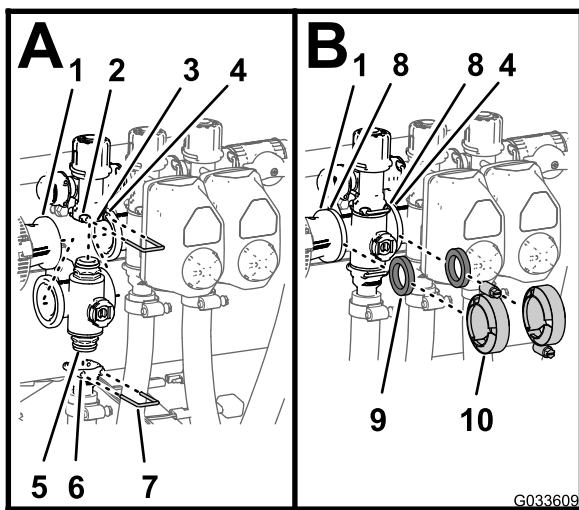

Bild 128
1. Setzen Sie das obere Endkappen-Anschlussstück des Verteilerventils in das Anschlussstück des Sicherheitsventils ein (Bild 128 A).
2. Stecken Sie einen Halter in die Buchse des Anschlussstückes des Sicherheitsventils, um das Endkappen-Anschlussstück am Anschlussstück des Sicherheitsventils zu befestigen (Bild 128 A).
3. Montieren Sie das Auslaufanschlussstück am unteren Endkappen-Anschlussstück des Verteilerventils (Bild 128 A).
4. Stecken Sie einen Halter in die Buchse des Auslaufanschlusses, um das Endkappen-Anschlussstück am Auslaufanschlussstück zu befestigen (Bild 128 A).
5. Fluchten Sie eine Dichtung zwischen den Flanschen der Reduzierkupplung und dem Abschnittventilverteiler aus (Bild 128 B).
6. Montieren Sie die Reduzierkupplung, die Dichtung und den Abschnittventilverteiler mit einer Klemme und ziehen sie mit der Hand an (Bild 128 B).
7. Fluchten Sie für den Einbau der zwei ganz linken Abschnittventile eine Dichtung zwischen den Flanschen der zwei danebenliegenden Abschnittventilverteiler aus (Bild 128 B).
einer Klemme und ziehen sie mit der Hand an (Bild 128 B).